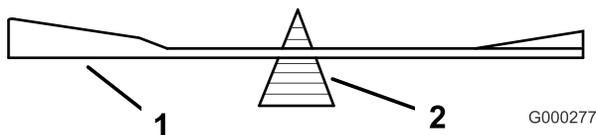
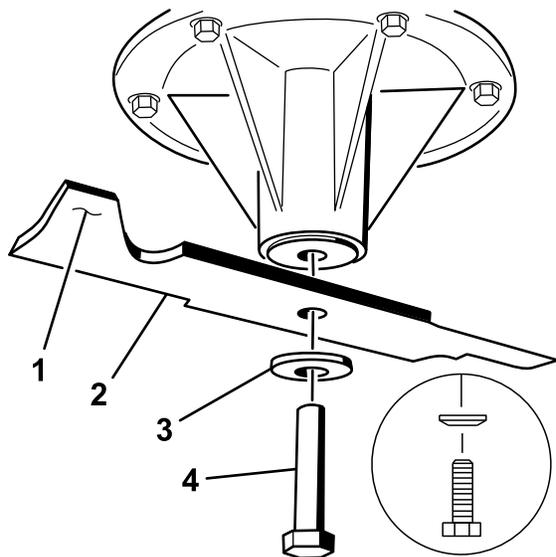

Figura 96
Figura 97
2. Verifique el equilibrio de la cuchilla colocándola sobre un equilibrador de cuchillas (Figura 96). Si la cuchilla se mantiene horizontal, está equilibrada y puede utilizarse. Si la cuchilla no está equilibrada, rebaje algo el metal en la parte de la vela solamente (Figura 97). Repita este procedimiento hasta que la cuchilla esté equilibrada.
1. Instale la cuchilla en el eje (Figura 97).
2. Instale la arandela de muelle y el perno de la cuchilla. El cono de la arandela de muelle debe estar orientado hacia la cabeza del perno (Figura 97). Apriete el perno de la cuchilla a 115–150 N m (85–110 pies-libra).